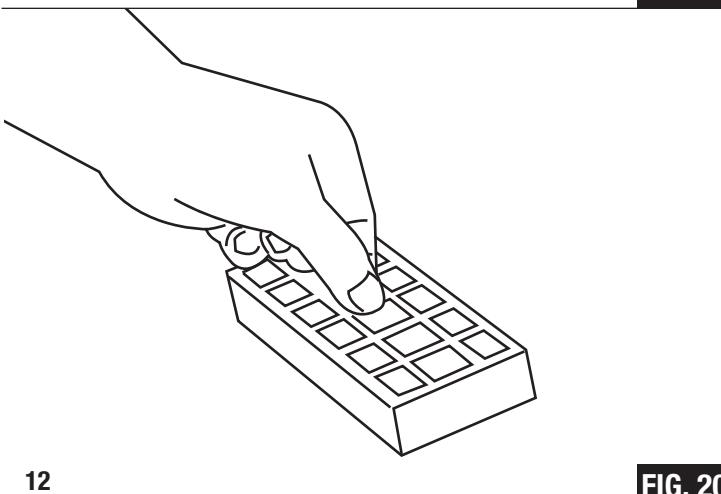

FIG. 20
Step 3: On some models, remove filter pad and shake to remove excess dust. If necessary this pad can be cleaned by vacuuming with another cleaner (FIG. 20).
Étape 3 : Sur certains modèles, retirez le filtre et secouez-le afin d'enlever l'excès de poussière. Si nécessaire, cette plaque peut être nettoyée en aspirant avec un autre aspirateur (FIG. 20).
Paso 3: En algunos modelos, quite la almohadilla del filtro y sacúdala para quitar el exceso de polvo. De ser necesario, esta almohadilla puede ser limpia con otra aspiradora (FIG. 20).